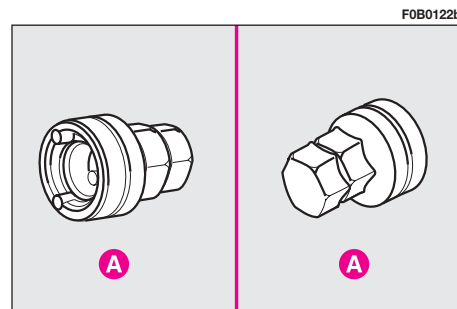

fig. 7
12) Desserrer d'environ un tour les boulons de fixation de la roue à remplacer; pour dévisser le boulon anti-vol, utiliser l'adaptateur spécifique **A**-fig. 7 remis avec la voiture.